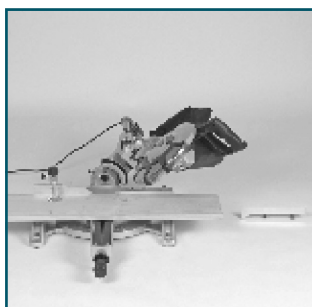

Рис.5.2
- Наклоны вправо: 0-45° (Рис.5.2)
- После регулировки затяните фиксирующий винт (21).